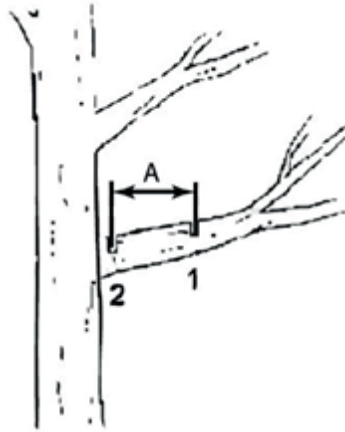

Рисунок 8. Схема спилювання великих гілок.
3. Спилювання великих гілок діаметром більше 100 мм рекомендується здійснювати послідовно. Щоб гілка не зламалася, розмір між різаними бажано вибрати приблизно 250 мм, рис. 8.